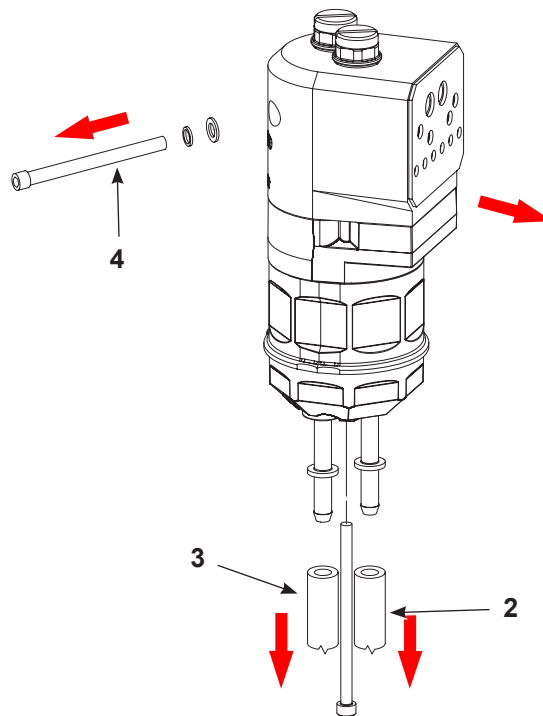
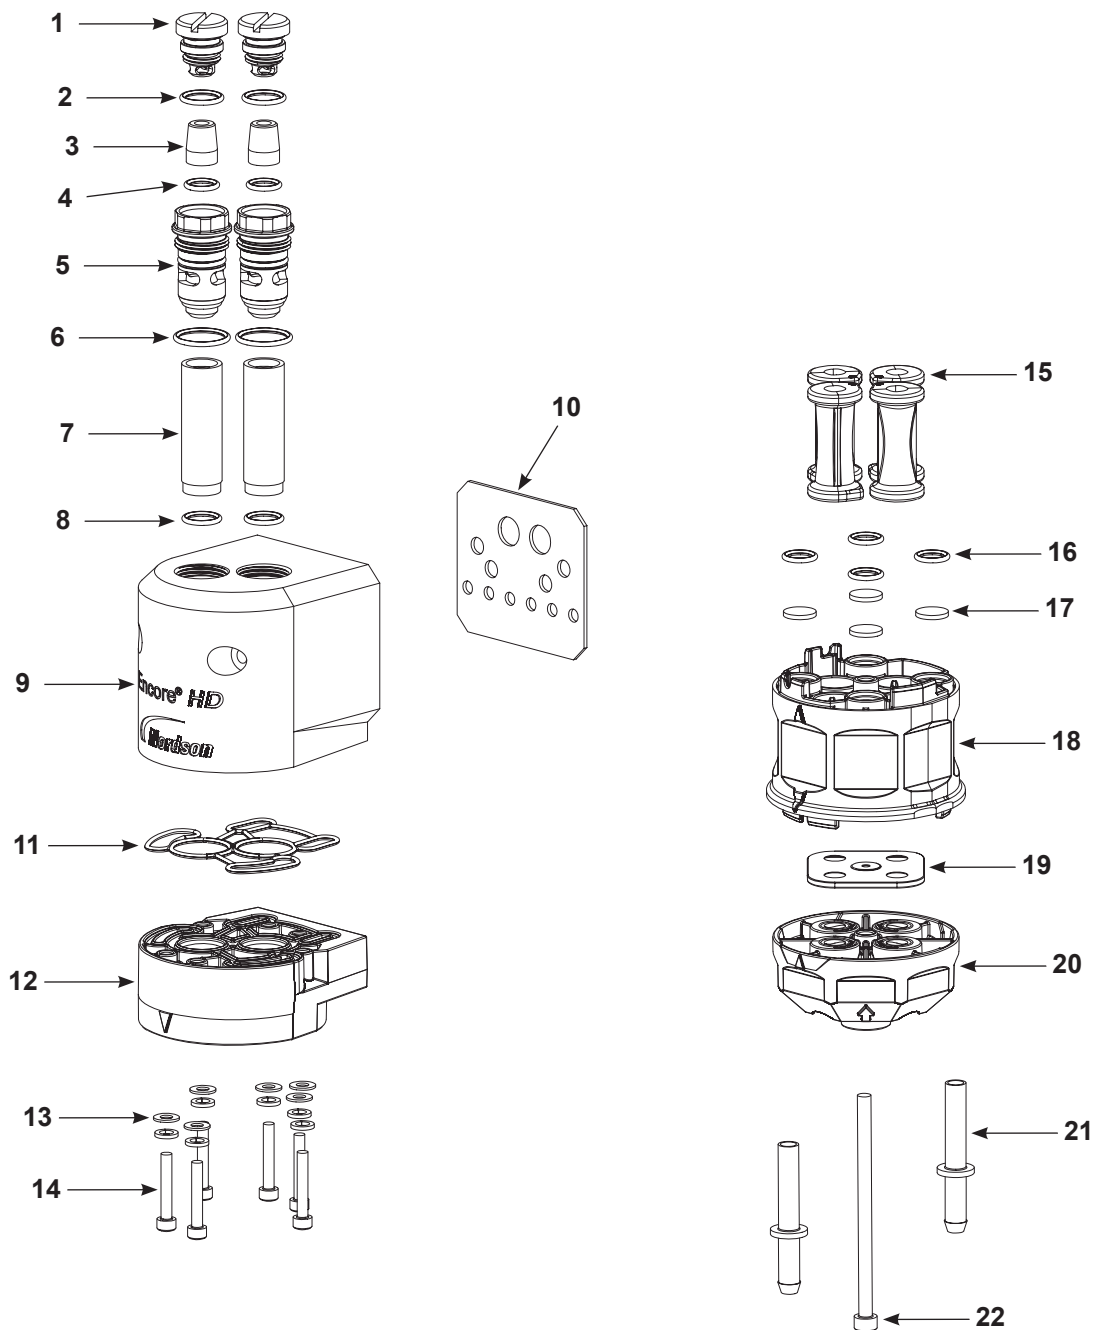

Рис. 19 Подготовка к разборке стандартного насоса
Рис. 20 Разборка насоса (показан Encore HD)
ПРИМЕЧАНИЕ: При каждой разборке насоса необходимо заменять прокладку Y-блока (поз. 19 на рис. 20).
2. См. Рис. 19. Отсоединить впускной (2) и выпускной (3) порошковые шланги от нижней части насоса.
3. Вывернуть винты крепления насоса к панели насоса (4), а затем перенести насос на чистое рабочее место.
4. См. Рис. 20. Разобрать насос, как показано на рисунке, начиная с трубок псевдооживления. Прокладки приклеены и не нуждаются в снятии, если только они не повреждены. Если требуется замена, см. *Прокладка насоса, замена* на стр. 23.